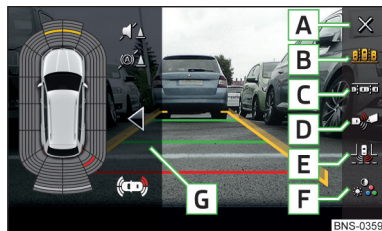

Fig. 278
## Superficies de función » fig. 278
- Pulse ligeramente la superficie de función **C** » fig. 278 de la pág. 242.